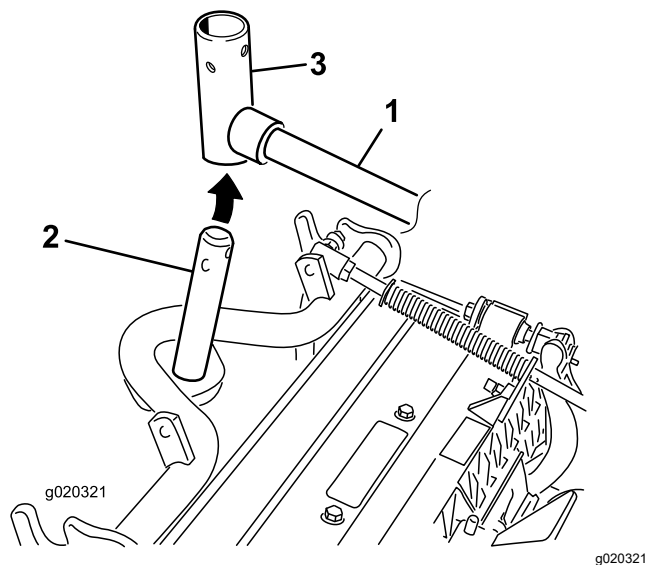

Figura 10
- En el caso de las unidades de corte delanteras, deslice una unidad de corte debajo del brazo de elevación mientras coloca el eje del bastidor de tiro en la horquilla de pivote del brazo de elevación (Figura 10).
- Introduzca la horquilla del brazo de elevación en el eje del bastidor de tiro (Figura 10).